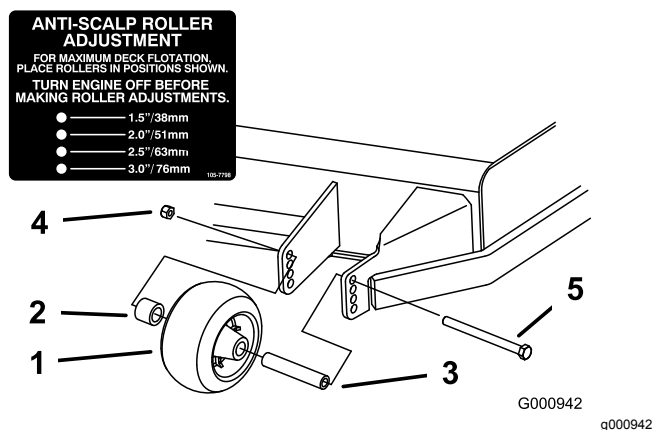
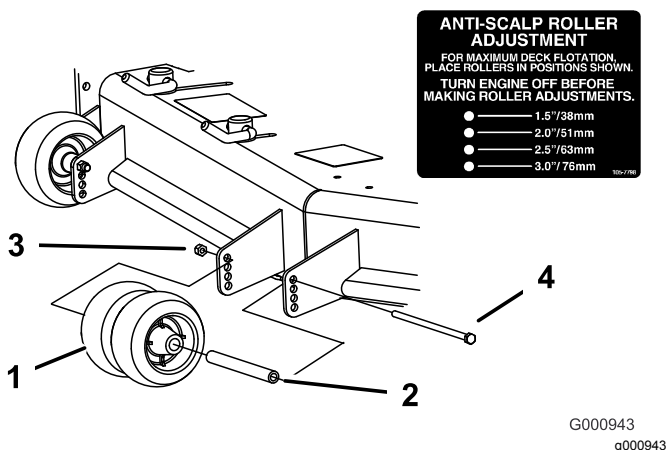
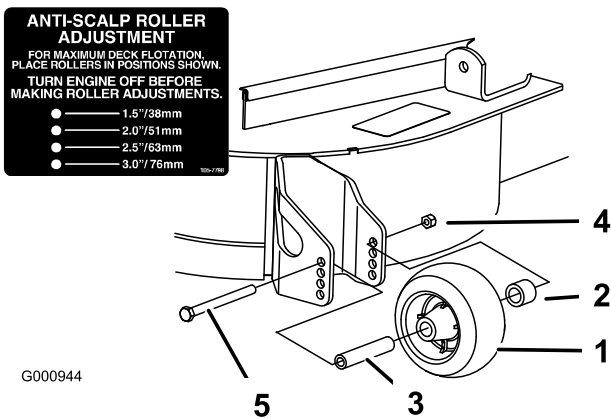

Figura 24
Figura 25
Figura 26
3. Ajuste los rodillos protectores del césped según se muestra en Figura 24, Figura 25 y Figura 26.